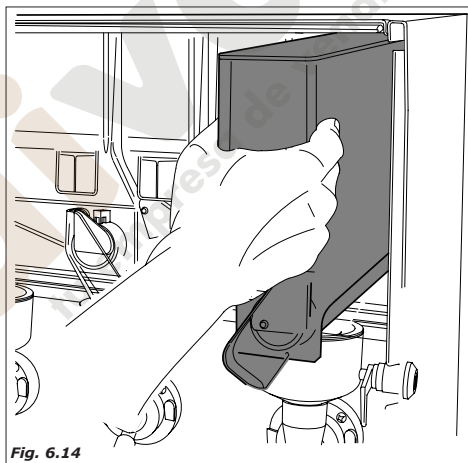

Fig. 6.14
- desmontar todos los contenedores de producto del distribuidor (Fig.6.14).